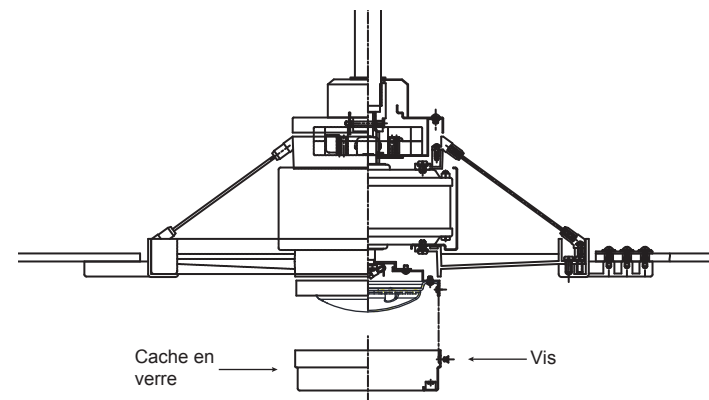

Fig. 18
Étape 4. Soulevez le cache en verre contre la plaque d'éclairage et sécurisez en serrant les trois vis. (Fig. 18)